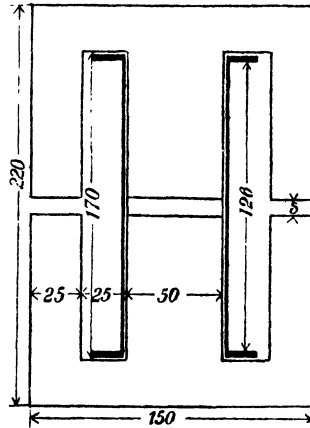

Fig. 135.
272. Es ist für eine 10-Ampere-Lampe eine Drosselspule zu berechnen, die aus 300 [250] (200) Windungen eines 2 [2,5] (2,5) mm dicken Kupferdrahtes besteht, wenn die Klemmenspannung der Lampe 30 Volt und die Spannung der Wechselstromquelle 100 Volt bei 50 Perioden beträgt. Der Eisenkern der Spule hat die nebenstehenden Abmessungen (siehe Fig. 135). Die Dimension senkrecht zur Papierebene beträgt 5 cm.